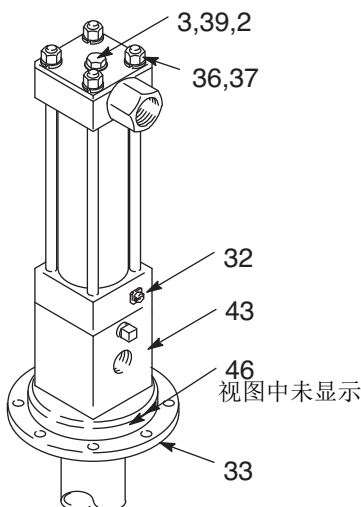

图 7
1. 将适配器 (43) 放在台钳中。卸下四个有头螺钉 (46) 和底座 (33)。将底盖 (32) 从适配器上拉出。请参见图 7。如果需要，按照第 12 页中“修理”的说明更换密封件。
2. 卸下往复机构顶部的有头螺钉 (3)、螺母 (36) 和锁紧垫圈 (37)。(图 7)
4. 卸下往复机构顶部的有头螺钉 (3)、螺母 (36) 和锁紧垫圈 (37)。请参见图 7。